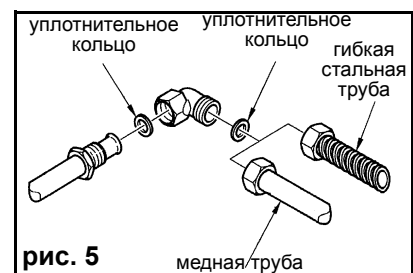

рис. 5
- Подсоедините варочную панель к газовой магистрали с помощью жесткой медной трубы диаметром 12 мм, как это показано на рис. 5. Для обеспечения необходимой герметичности соединения используйте поставляемое в комплекте с панелью уплотнение из эластомерного материала.